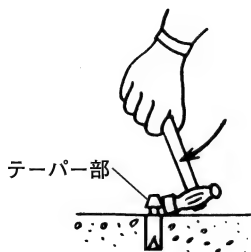

図 11
- (5) 手ハンマなどでアンカーのテーパ部を折り取ります。(図 11)